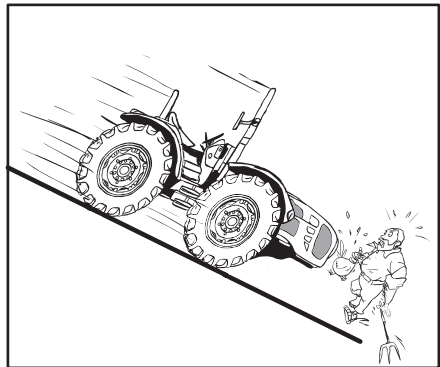

Abb. 2.24
- Einen Gang eingelegt lassen. Abhänge nie bei ausgekuppelter Kupplung oder im Leerlauf fahren (Abb. 2.24).